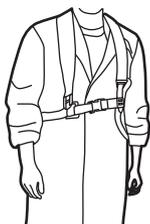

Fig. 3a
- Positionner le harnais en le faisant passer sur l'épaule gauche et l'épaule droite, et en le croisant sur la poitrine et dans le dos. Le point de fixation doit être situé au niveau de la hanche droite (voir Fig. 3a, 3b).